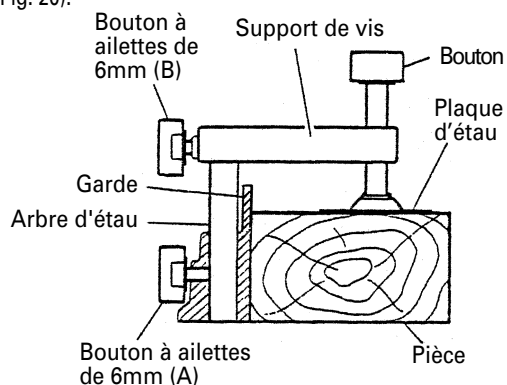

Fig. 20
- (1) L'ensemble d'étau se monte soit sur la garde gauche (garde (B)), soit sur la garde droite (garde (A)), en desserrant le boulon à ailettes de 6mm.
- (2) Le support de vis se relève ou s'abaisse en fonction de la hauteur de la pièce en desserrant le boulon à ailettes de 6mm (B). Après le réglage, resserrer fermement le boulon à ailettes de 6mm (B) et fixer le support de vis.
- (3) Tourner le bouton supérieur et fixer solidement la pièce en place (Fig. 20).